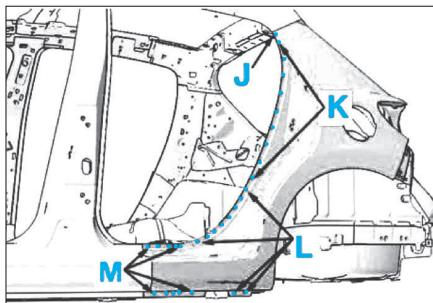
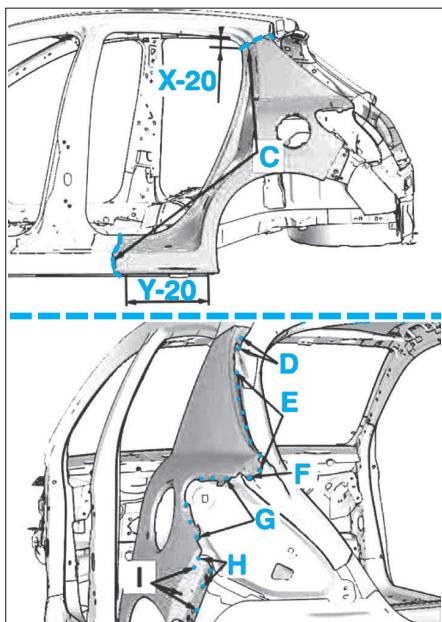

FIG. 46
FIG. 45
- Dépointer et couper aux endroits indiqués en A à M (Fig.45) et (Fig.46).